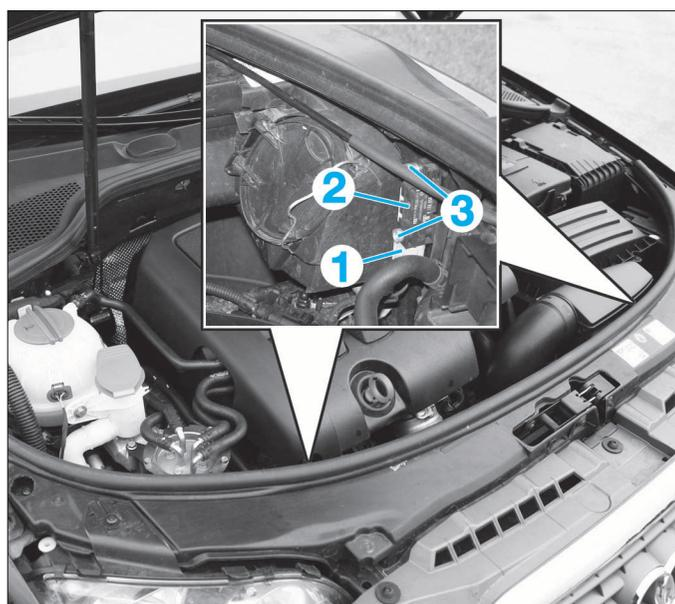

FIG. 21
- Débrancher le connecteur (1) du capteur de collision (2) (Fig.21).
- Déposer les deux vis (3).